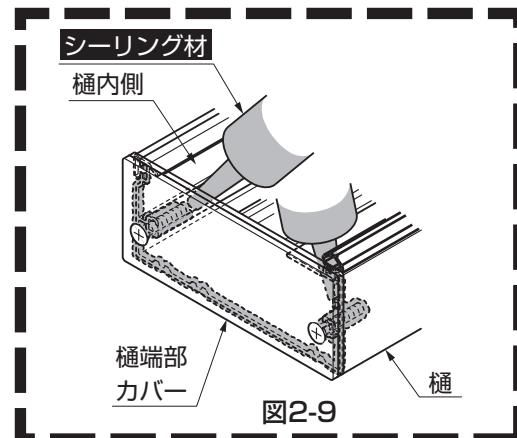

図2-9
- ④樋端部内側をシーリング処理してください。(図2-9参照)